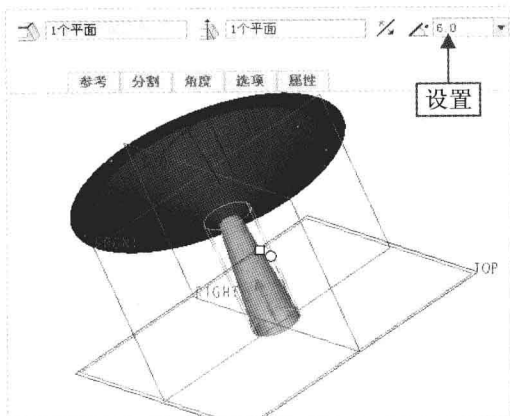

图 10-65 设置参数
Step 04 在绘图区选择 TOP 基准平面，确定拔模枢轴，在“角度 1”数值框中输入 6，如图 10-65 所示。